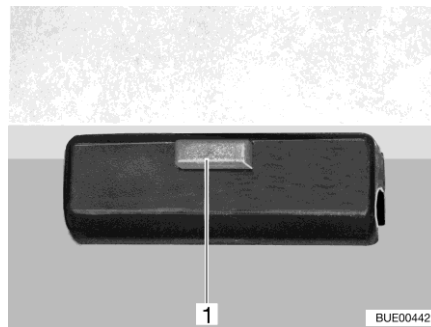

Fig. 131 Dispositif de verrouillage
- Desserrer le dispositif de verrouillage (Fig. 131,1) du plateau de la table.